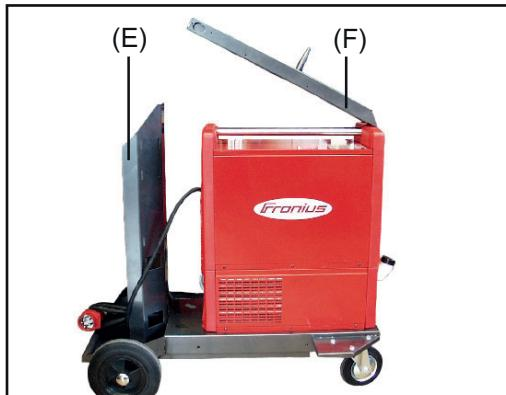

Abb.6 Drahtvorschubaufnahme abmontieren
- 3 Drahtvorschubaufnahme (F) von der Gasflaschen-Halterung (E) abschrauben (Abb.6)
- 4 Drahtvorschubaufnahme (F) nach oben schwenken, von der Stromquelle aushaken und abnehmen (Abb.6)
- 5 Sicherungsband von der Gasflaschen-Halterung (E) abnehmen